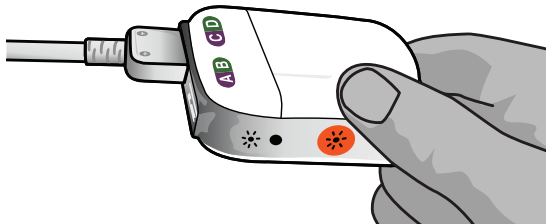

Abbildung 5: Anschließen des Operationssaakabels 2x8 am externen Teststimulator 2
3. Die Operationssaakabelverlängerung an der mit „CD“ gekennzeichneten Buchse des externen Teststimulators 2 anschließen (Abbildung 5).